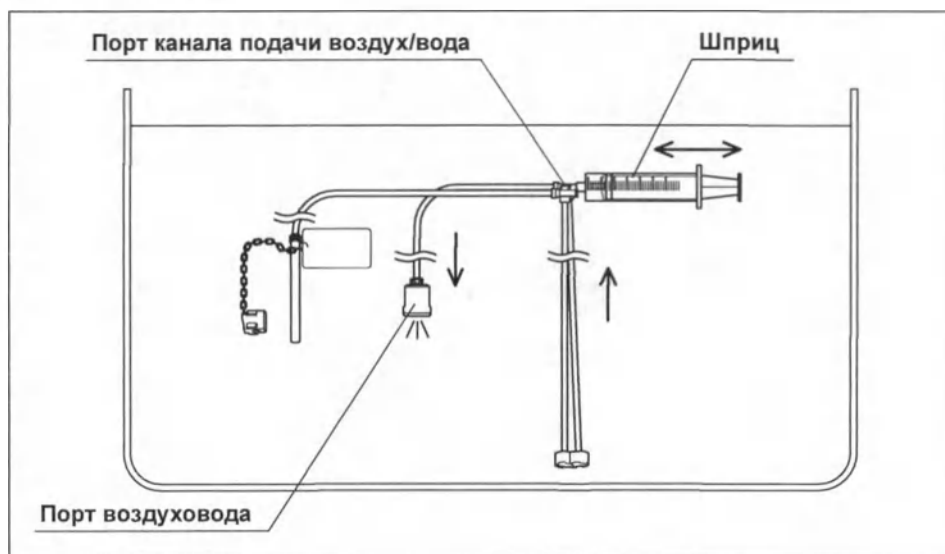

Рис. 6.33
- 5 Полностью погрузив шприц и инъекционную трубку в воду для промывания, медленно оттяните поршень шприца, чтобы заполнить шприц водой для промывания. Затем надавите на поршень, чтобы промыть трубку канала подачи воздух/вода инъекционной трубки 30 мл воды для промывания. Убедитесь в том, что во время промывания из порта воздуховода не выходят пузырьки воздуха. (см. рис. 6.33)